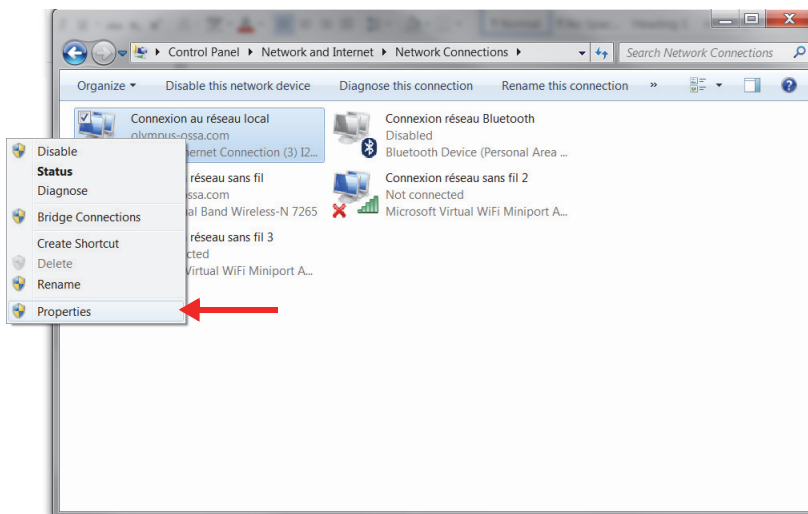

Рис. 1-6 Кнопка Properties (Свойства)
2. Правой кнопкой мыши щелкните на сетевое соединение, используемое для подключения к FOCUS PX, затем щелкните **Properties** [Свойства] (Рис. 1-6 на стр. 30).